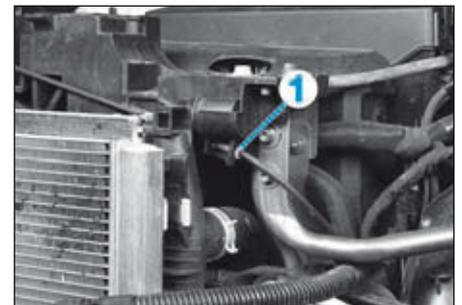

FIG.4
- Dégrafer et écarter le câble d'ouverture du capot (1) (Fig.4).